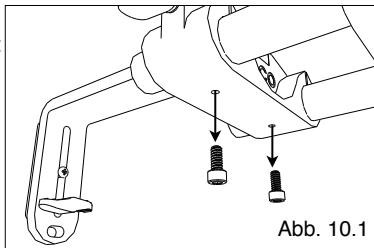

Abb. 10.1
1. Schrauben Sie die beiden Deckelschrauben unter dem Schlitten wie in Abb. 10.1 gezeigt ab.